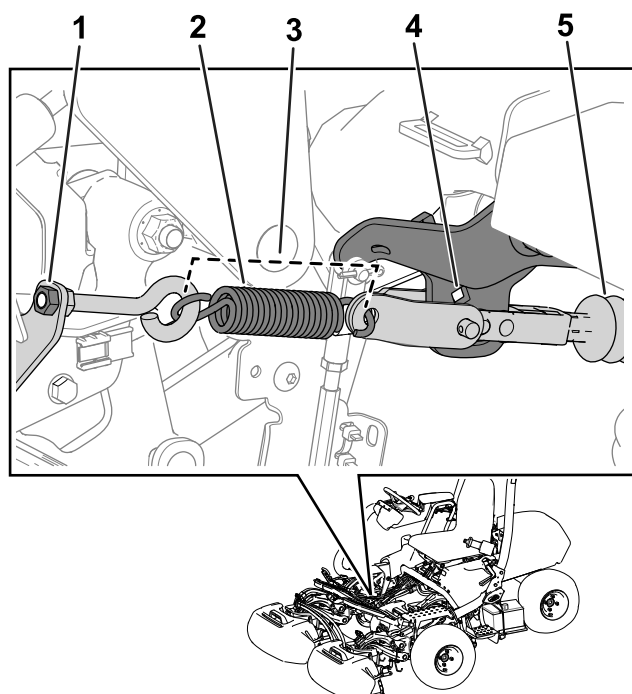

図 41
注 手順については図 41を参照。
3. アイボルトのナットを締め付けてスプリングの長さ取り付けけた状態を 11.4 cm にする図 41。